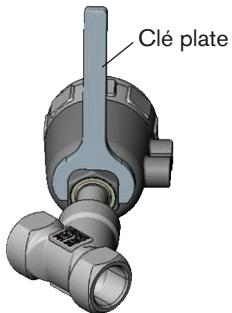

Fig. 19 : Positionner une clé plate sur les six pans
- Positionner une clé plate appropriée sur le six pans de l'actionneur (voir Fig. 19 :).